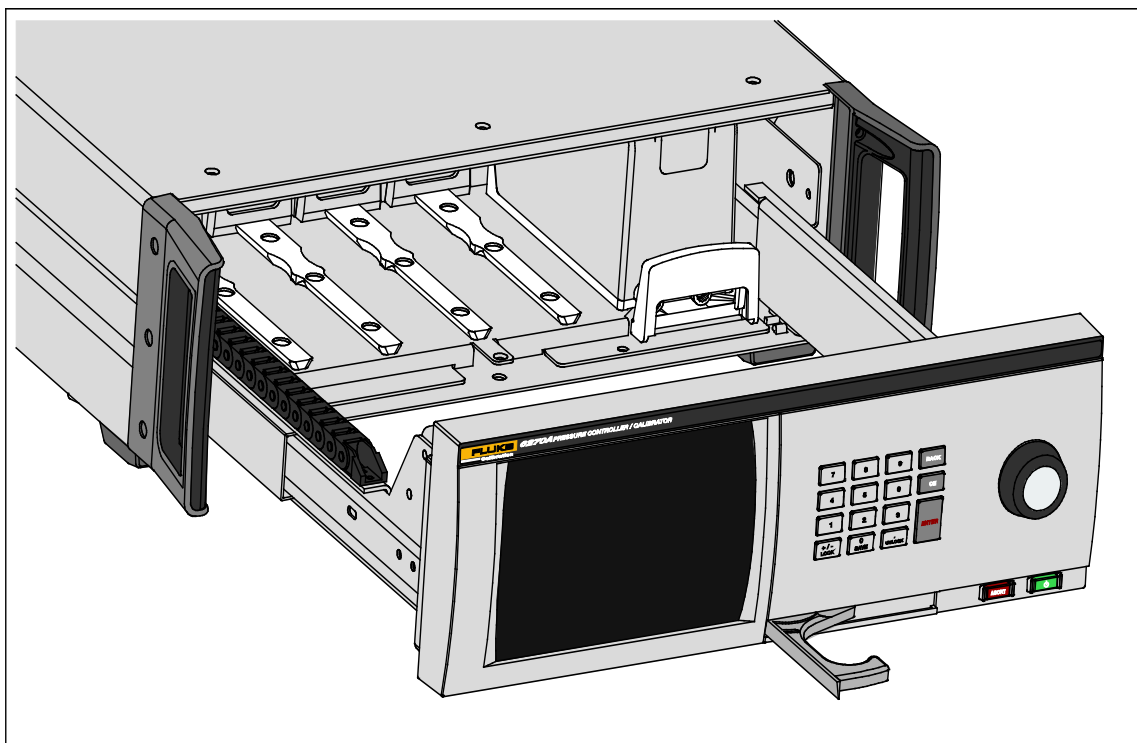

Figura 4. Instalación del PCM
5. La ubicación del PCM en el compartimento para módulos se encuentra en el extremo derecho. Alinee la pista en la parte inferior del PCM con la ranura del PCM dentro del compartimento para módulos. Consulte la Figura 4.